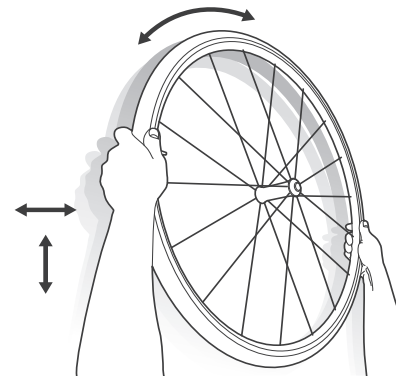

Figura 21. Gire/agite la rueda
5. Sujetando la rueda, muévela hacia atrás y hacia adelante y gírela para repartir bien el sellante por el interior de la cubierta (Figura 21).